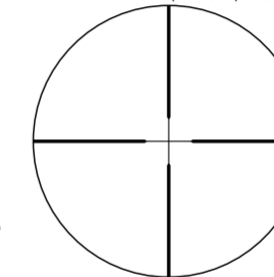
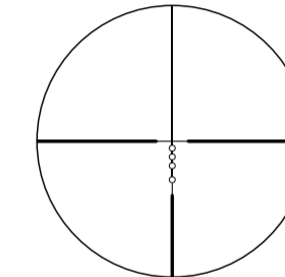

Fig. 3-1
Fig. 3-2
(1) Mise au point
- 1 Regardez dans l'oculaire, l'œil placé à 10 cm environ (4 pouces) de l'oculaire, pour voir le réticule Nikoplex (Duplex) (Fig. 3-1) ou le réticule BDC 150 (Fig. 3-2), selon le produit que vous avez acheté. Assurez-vous que votre œil est correctement aligné et positionné à la bonne distance, afin d'éviter que votre vue ne soit « bouchée ».